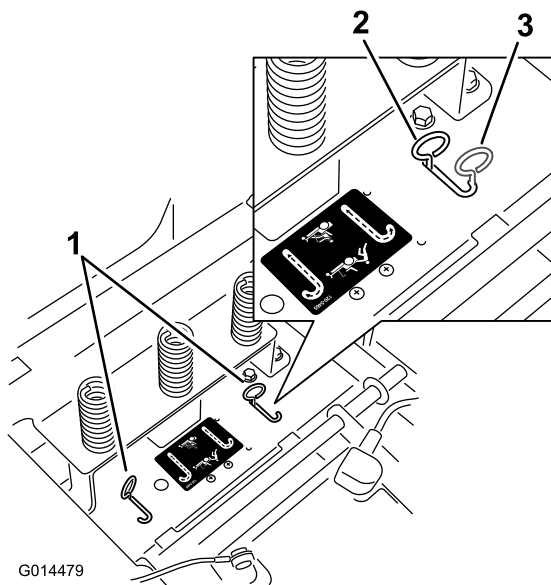

Figura 25
4. Spostate le leve by-pass in avanti e poi all'esterno per bloccarle in posizione come riportato in Figura 25, per disinserire i motori delle ruote. Ripetete l'operazione per ciascuna leva.
Spostate le leve by-pass verso l'interno e spingetele all'indietro, nella scanalatura orizzontale (Figura 25) per innestare i motori della ruota.